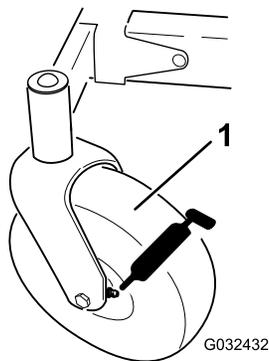

Figura 38
3. Pulite i raccordi d'ingrassaggio (Figura 38) con un cencio.
4. Collegate un ingrassatore a pressione a ciascun ingrassatore (Figura 38).